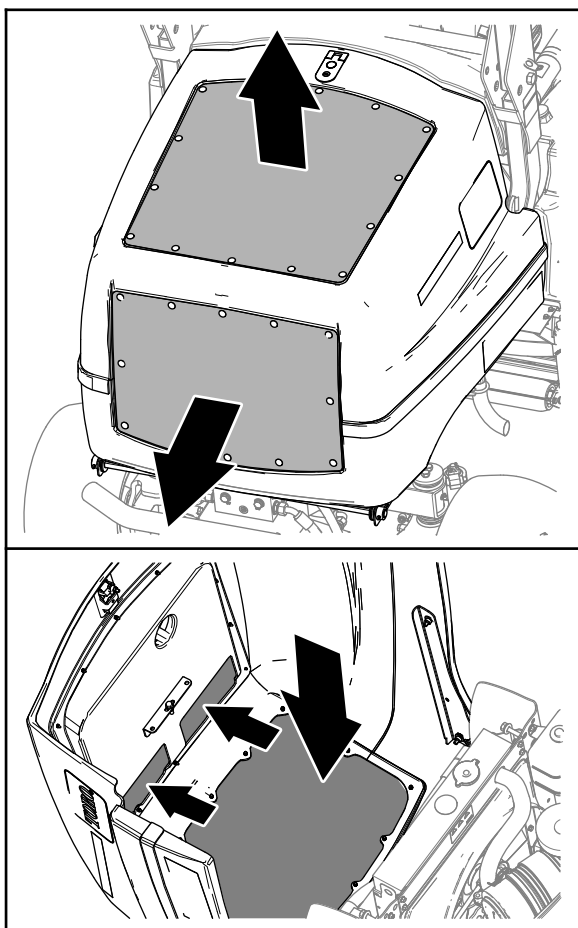

Figura 79
2. Pulite l'esterno delle griglie nel cofano (Figura 79).
3. Sbloccate e aprite il cofano (Figura 79).
4. Pulite l'interno delle griglie del cofano con aria compressa (Figura 79).